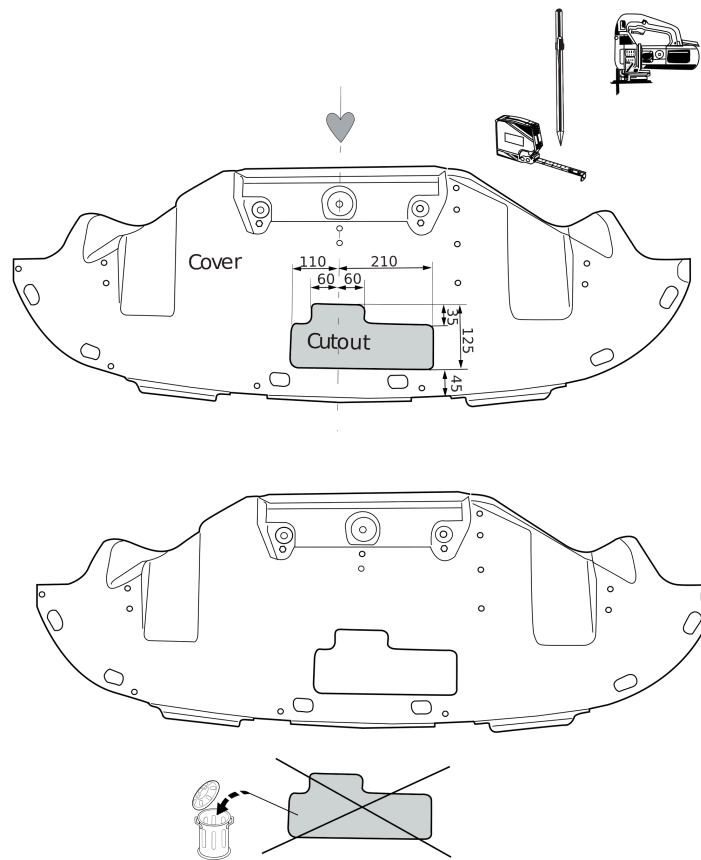

Fig. 2
8. Выпилить обозначенную часть, как указано на рис. 2.